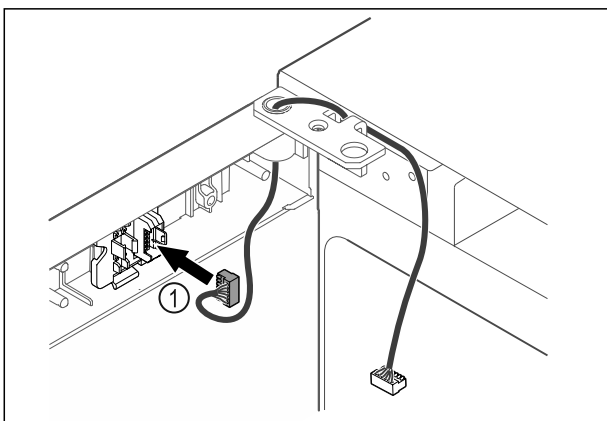

Fig. 42
- ▶ Τοποθετήστε το φιν Fig. 42 (1) στο στήριγμα του φιν.